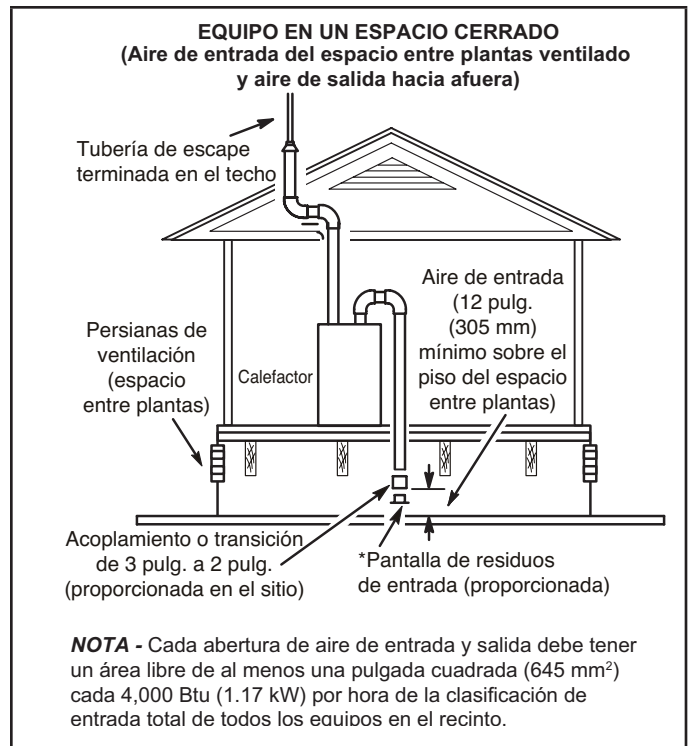

FIGURA 24
- 2 - Si el aire de entrada se toma de un espacio entre plantas ventilado ("FIGURA 24") o de un ático ventilado ("FIGURA 25"), el largo de la ventilación de escape no debe exceder los valores listados en la "TABLA 9". Si se utiliza una tubería de 3" de diámetro, redúzcala a una tubería de 2" de diámetro para acomodar la pantalla de residuos.